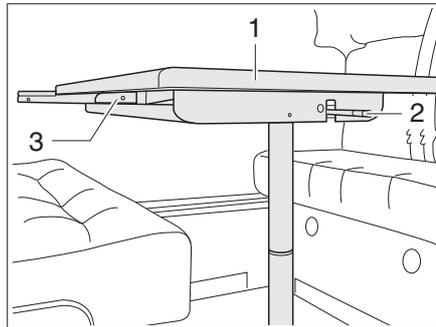

Bild 61 Tisch vergrößern
- Den Sicherungshebel (Bild 61,2) an der Unterseite der Tischplatte nach oben drücken.
- Die Tischplatte (Bild 61,1) bis zum Anschlag zur Fahrzeugmitte hin ziehen.
- Die eingelegte Tischplattenverlängerung (Bild 61,3) hebt sich automatisch an.
- Die Tischplatte (Bild 61,1) ganz herausziehen.
- Die Tischplattenverlängerung (Bild 61,3), (Bild 62,3) senkt sich automatisch.
- Die Tischplatte (Bild 61,1) langsam zurück zur Fahrzeugaußenwand hin schieben.